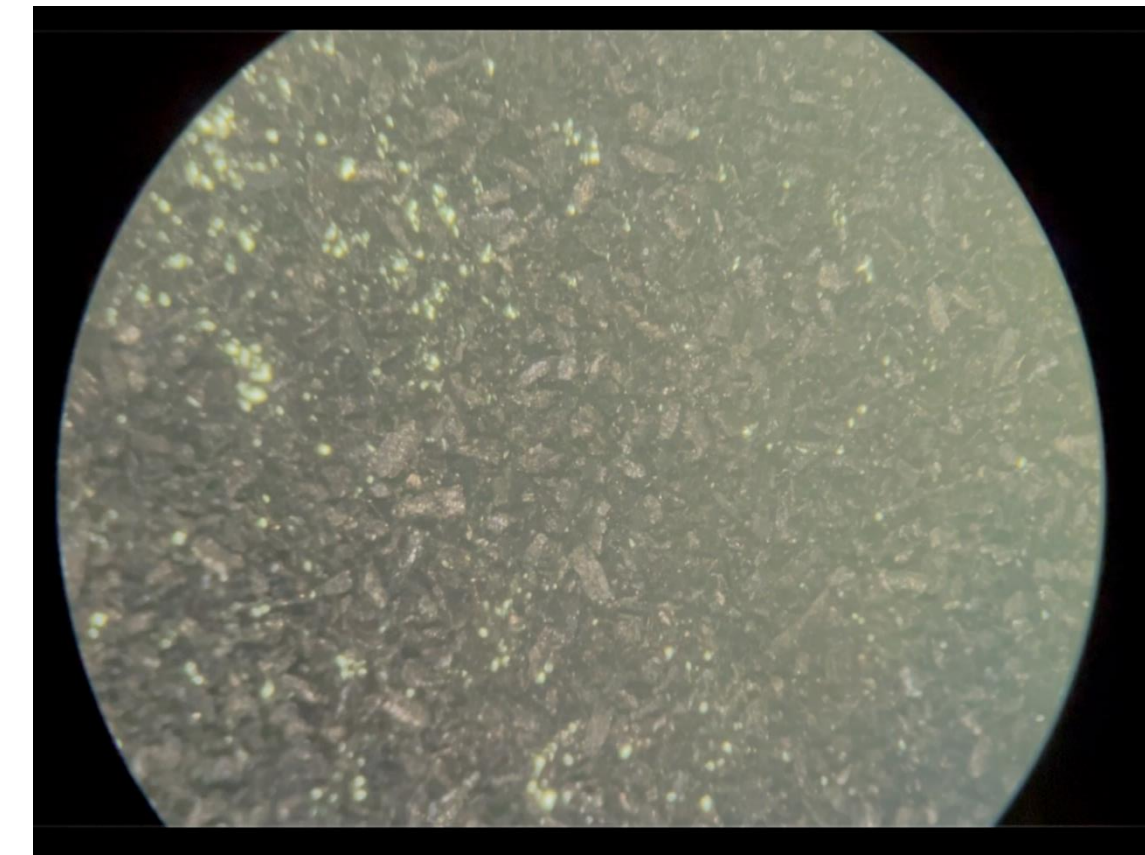
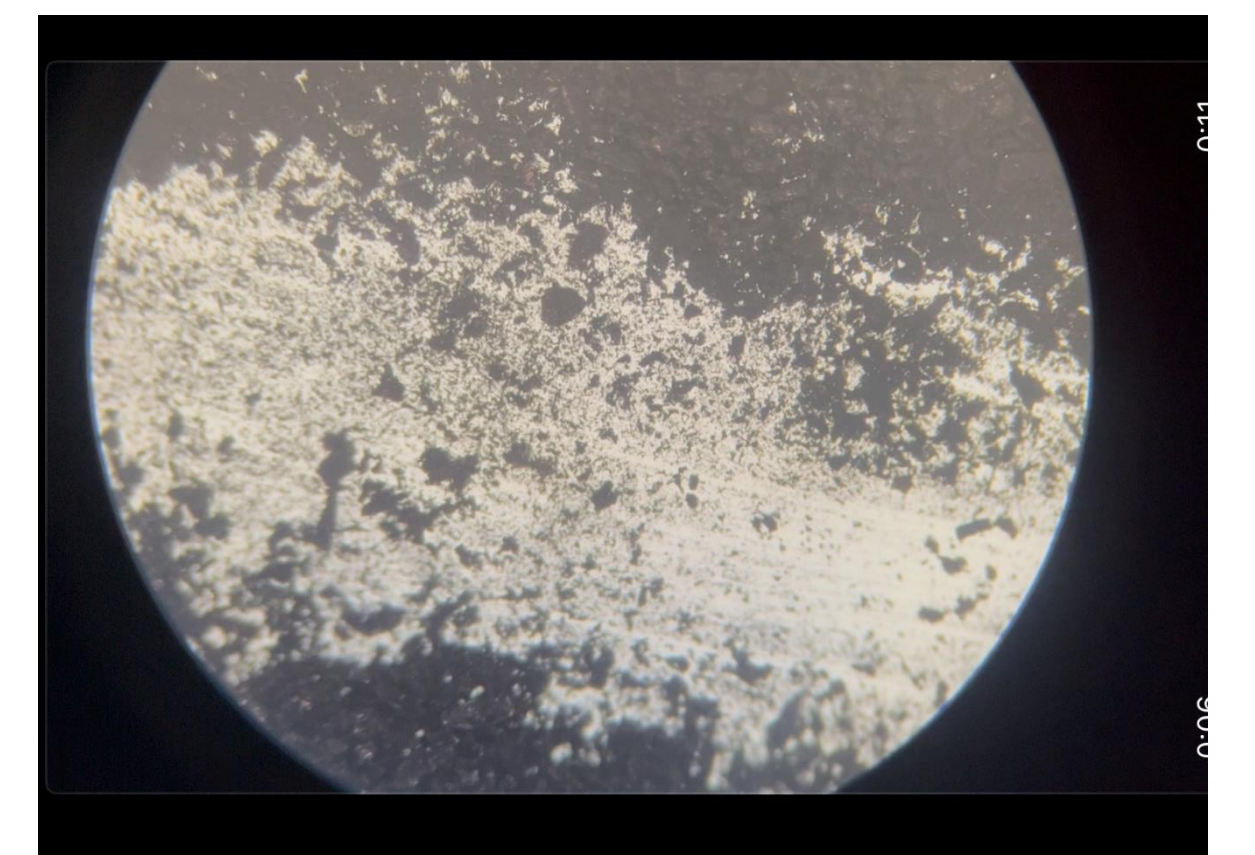

図6:すりつぶす前の鉄粉
図7:すりつぶした後の鉄粉
- ①3つの乳鉢に鉄粉を30.00gずつ入れた
- ②乳棒で鉄粉をすりつぶしたすりつぶす前の鉄粉とすりつぶした鉄粉を双眼実体顕微鏡で見比べ、すりつぶした鉄粉の方が粒が小さくなっていることを確認した(図6・図7)
- ③すりつぶした鉄粉4.00gと活性炭2.00gを量って、プラスチックカップに入れた
- ④蒸留水と食塩で5%・15%・20%食塩水を100mL作った
- ⑤パーミキュライト5.00gに①の食塩水を7.53g 浸み込ませた
- ⑥茶封筒の上部を切り③と⑤を入れ、それをジッパーバッグに入れた
- ⑦10分間⑥を温度を計りながら振り続け、30秒ごとの温度変化を記録した
- 図7のグラフより、実験1の活性炭が2gのカイロよりは実験3のどのカイロも全体的な温度が少しだけ高くなった。